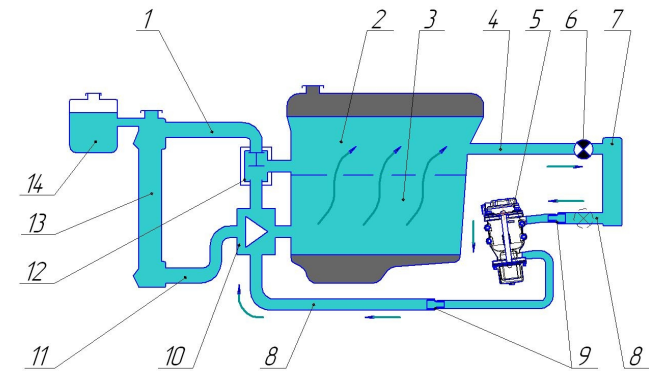
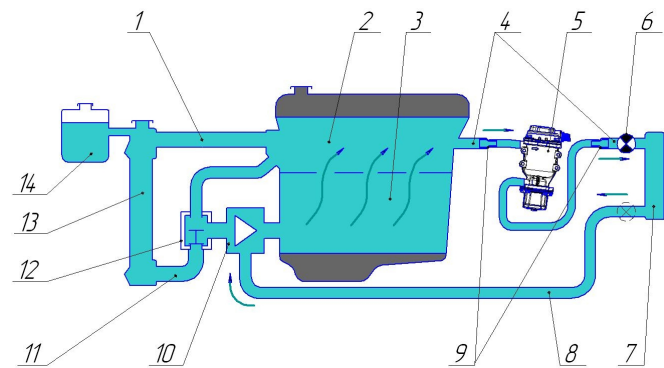

Рисунок 3
Рисунок 4
6.2 В состав комплекта входят детали и материалы, позволяющие произвести монтаж подогревателя на автомобиле по схемам, представленным на рис. 3 и рис. 4. Подключение подогревателя к контуру циркуляции ОЖ производится через шланг возврата ОЖ от радиатора отопителя салона к двигателю, либо через шланг подачи ОЖ от двигателя к радиатору отопителя салона независимо от расположения термостата.
6.3 Подогреватель **должен быть установлен в вертикальном положении под углом 5-10 градусов** (см. рис. 3, 4).